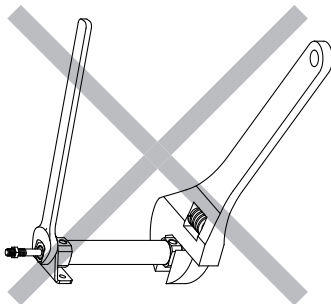

图5
3. 图5为一扳手夹紧后端盖，另一扳手拧紧端盖螺母，容易导致气缸的损坏，为错误的装配方式。